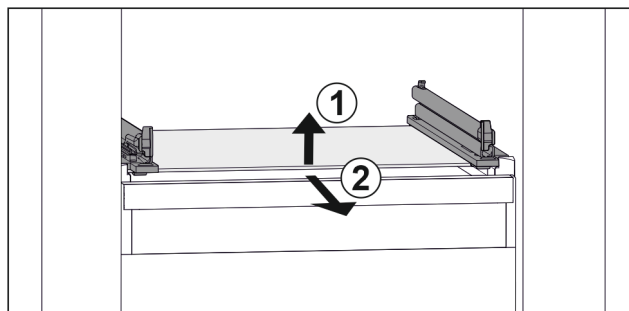

Fig. 109 Representación de la placa de vidrio a modo de ejemplo
- ▶ Levante la placa de vidrio por delante. Fig. 109 (1)
- ▶ Retire la placa de vidrio hacia adelante. Fig. 109 (2)